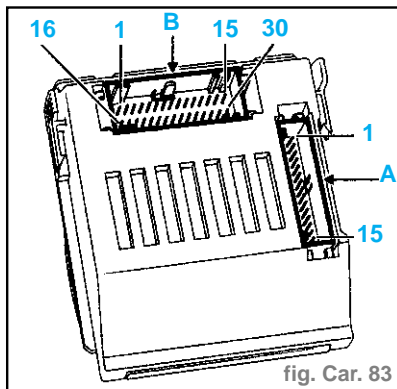

fig. Car. 83
- Le calculateur de climatisation est situé côté passager, sous la planche de bord, derrière le vide-poches. (fig. Car. 83)